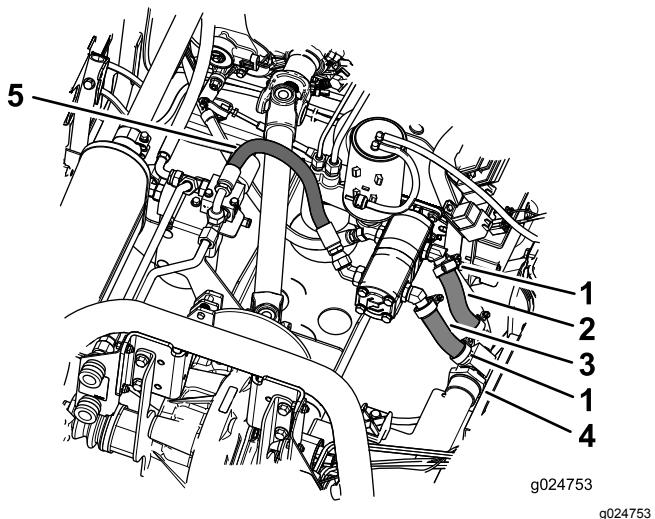

Figura 12
- Instale la manguera hidráulica y las mangüeras girando el acoplamiento en T grande y el acoplamiento de 90° e introduciéndolos en los extremos de las mangüeras. El giro de los acoplamientos facilita la instalación de las mangüeras. Consulte Figura 12.
- Sujete las mangüeras con abrazaderas (Figura 12).